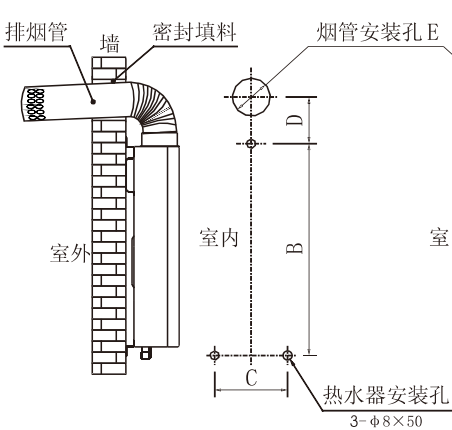
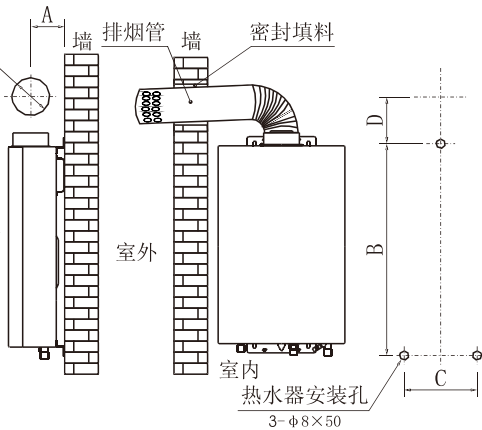

图3 烟管背向安装
图4 烟管侧向安装
- 3 按图3、图4尺寸打孔，上部用膨胀螺钉固定，下部塞入塑料塞用自攻螺钉固定，确定其安装牢固，保持垂直，不得倾斜。